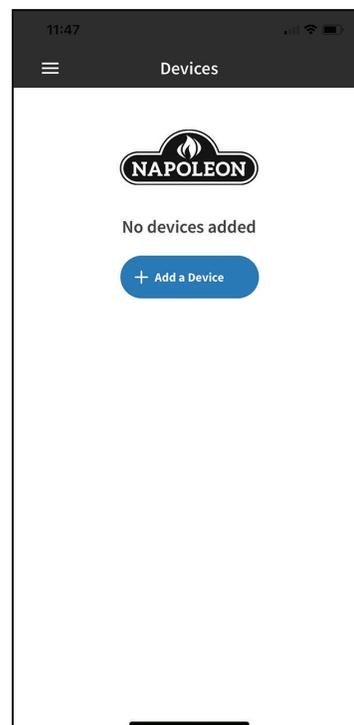

Fig. 3
4. Sélectionnez "Ajouter un appareil" et acceptez les autorisations (**Fig. 3 & 4**).